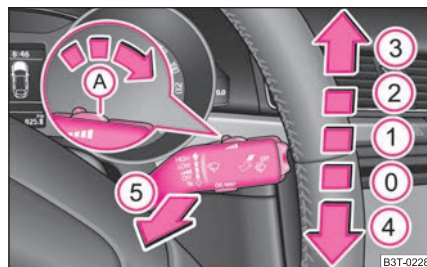

Fig. 58 Palanca de limpiaparabrisas
La palanca de limpiaparabrisas ⇒ fig. 58 tiene las siguientes posiciones:
- Si está conectado el barrido lento ② o rápido ③ ⇒ página 66, fig. 58 y la velocidad del vehículo disminuye por debajo de 4 km/h se conectará la velocidad de barrido inmediatamente inferior. En caso de aumentar la velocidad a más de 8 km/h se restablecerá el anterior barrido.
Los faros se limpiarán después del primer y tras cada quinto rociado del parabrisas si está conectada la luz de cruce o de carretera y se ha mantenido la palanca del limpiaparabrisas durante aprox. 1 segundo en la posición 5 ⇒ página 66, fig. 58.
- A continuación, empujar en el transcurso de 10 segundos la palanca del limpiaparabrisas a la posición ④ ⇒ página 66, fig. 58 - los brazos de las escobillas se desplazarán a la posición de servicio.